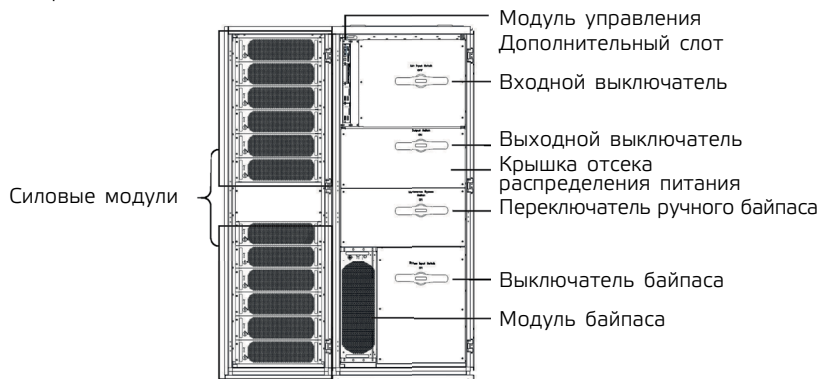

Рис. 1-11 Структура ИБП 600 кВА (полная конфигурация)
8. На рис. 1-11 показана конструкция ИБП мощностью 600 кВА при полной нагрузке. Передняя дверца ИБП открыта.